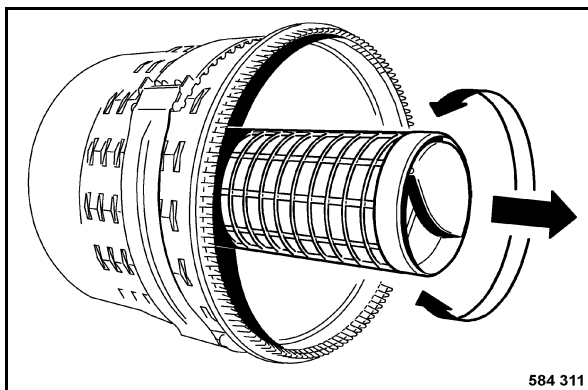

Fig. 192
- Extraire l'élément de sécurité (Fig. 192) avec de légers mouvements tournants.